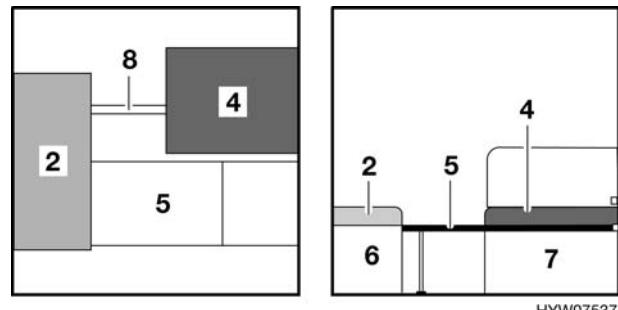

Fig. 102 Durante la trasformazione
- Estrarre la stanga del letto (Fig. 102,8) dal cassone letto del divano (Fig. 102,6).
- Sollevare le due parti ribaltabili dei cassoni del letto e agganciare la stanga del letto trasversalmente tra i due cassoni del letto (Fig. 102,6 e 7).